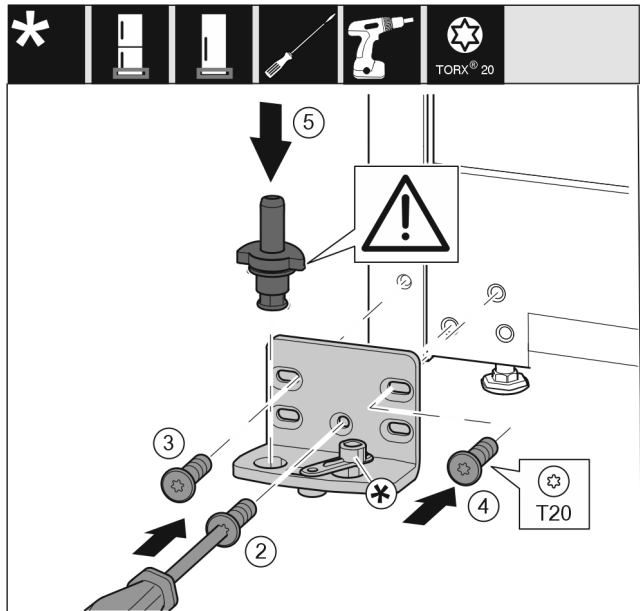

Fig. 19
- ▶ Установите опорный кронштейн с другой стороны и прикрутите с помощью отвертки. Начиная с винта Fig. 19 (2) снизу в центре.
- ▶ Затяните винт Fig. 19 (3) и винт Fig. 19 (4).
- ▶ Снова установите опорный палец Fig. 19 (5) в сборе. При этом проследите за тем, чтобы выступ фиксатора был направлен назад.